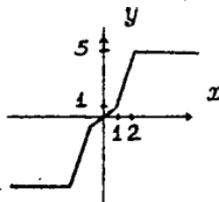

Рис.11.1
1. Постройте графоаналитическим методом осциллограммы сигналов, получающиеся на выходе нелинейности $y=N(x)$, изображенной на рис.11.1 для входных периодических сигналов $x(t)=a \cdot \sin \omega t$, $x(t)=a \cdot \wedge(t)$, при $a=1, 2, 5$.